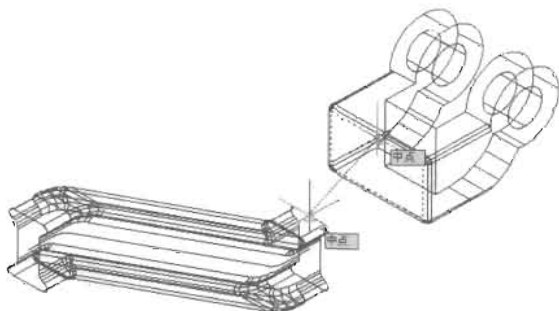

图 14-186
(1) 打开中点捕捉功能, 分别捕捉如图 14-186 所示的两个中点, 将两部分实体组合起来。